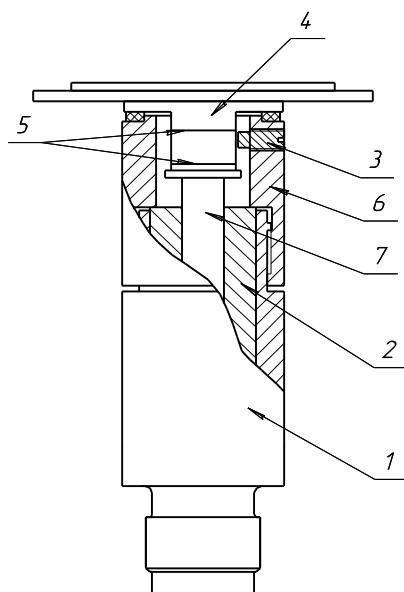

Рисунок 5. Устройство ИПС для МП-6...МП-16.
**6.3** Разберите ИПС, для чего: выкрутите стопорный винт и выньте поршень с грузоприёмным устройством, а затем цилиндр. В исполнении гайки 6 (Рис. 5, 6) без стопорного винта 3 необходимо ее открутить и осторожно снять вместе с поршнем и грузоприемным устройством. Далее выньте цилиндр, а гайку снимите с поршня.
6.13 Смажьте поршень ИПС маслом, аккуратно подведите нижний конец поршня к отверстию в цилиндре и осторожно вставьте. В случае исполнения гайки без стопорного винта необходимо сначала поршень вставить в смещеннное отверстие гайки 6, рис. 5,6.